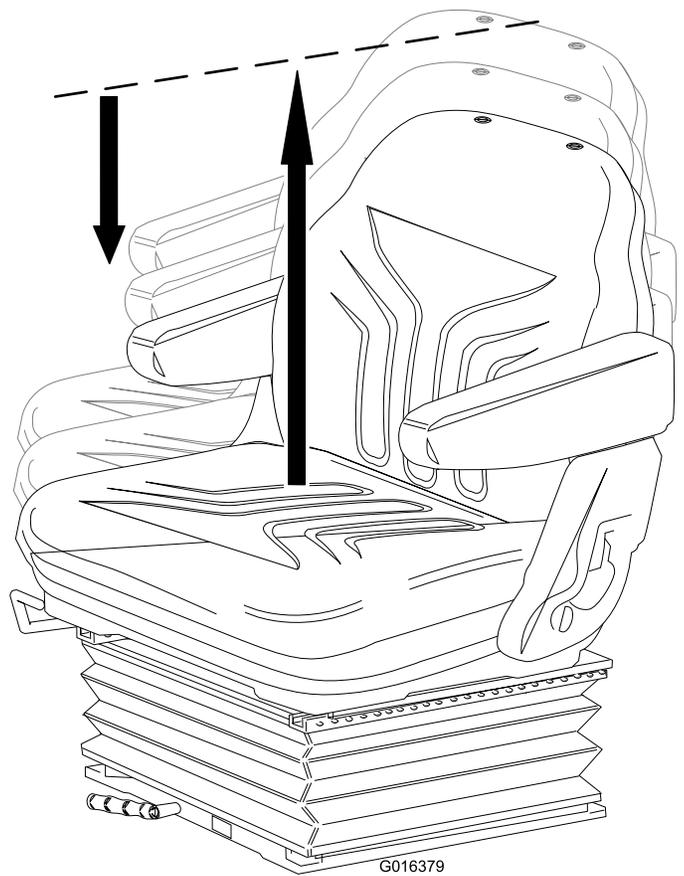

Bild 9
- **Höheneinstellung:** Heben Sie den Sitz manuell an, um die Höhe schrittweise einzustellen. Zum Absenken des Sitzes heben Sie ihn über die höchste Stellung an und lassen ihn dann auf die niedrigste Einstellung absinken (Bild 9).